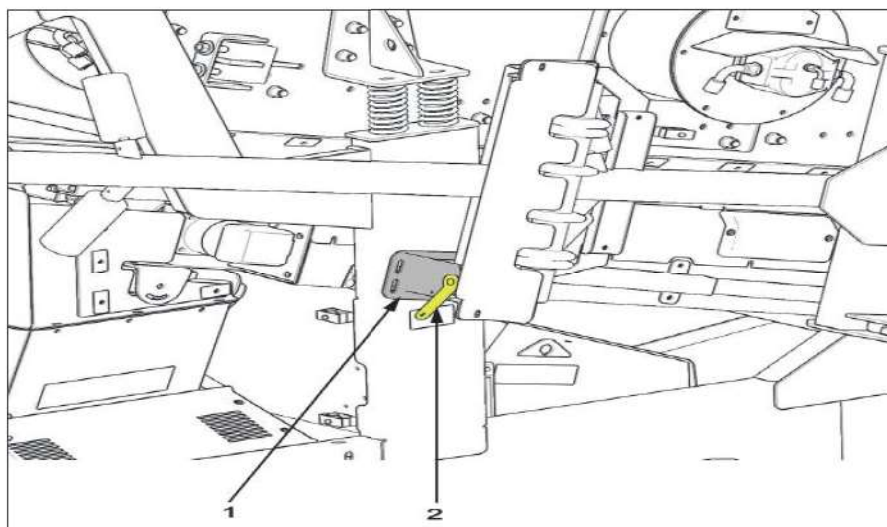

Figure 5.23 - Transportbeugel van de zijband
2. Met de controleklep klappt u de transportband in tot hij met een pen vastgezet kan worden aan de transportbeugel (1) op afb. 5.23.
3. Zet de transportband vast met de borgpen voor het transport (2) op afb. 5.23.